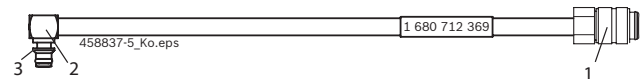

Fig. 1: Slangledning 1 680 712 369
Slangledningen 1 680 712 369 ansluts med kopplingsadaptern (fig. 1, pos. 2) till returanslutningen på Siemens/VDO/Conti CRI Piezo. Kopplingsnippeln (fig. 1, pos. 1) ansluts till testoljeanslutning för returflöde på EPS 200 / 205.
- Slå på EPS 200 / 205 med den centrala huvudströmbrytaren på apparatens framsida (se fig. 1, pos. 6).